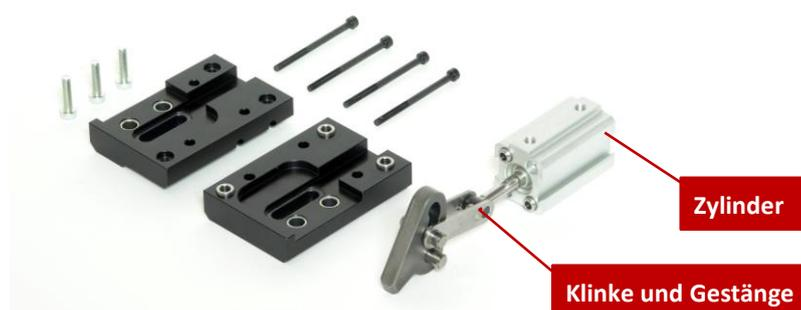

Abb. 22 Darstellung ZA-Klinke mit Zylinder
1. Zylinder (Abb. 22) mit Klinke (Abb. 22) in das Gehäuse einsetzen. Darauf achten, dass die Klinke ausreichend geschmiert ist.
3. Zylinder und Gehäusedeckel mit Schrauben befestigen (Abb. 22).